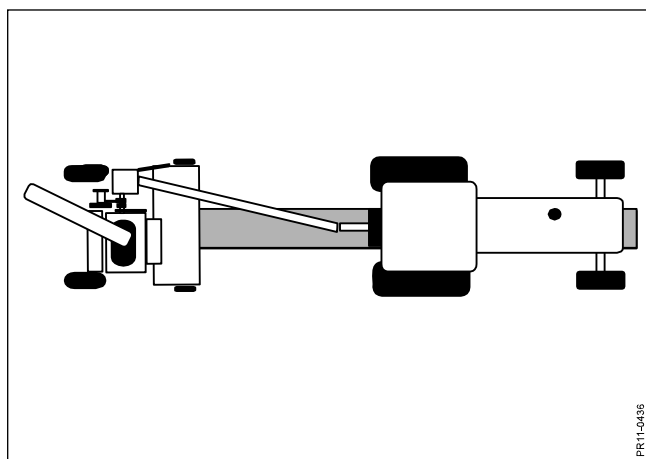

Рис. 5-9
- Рис.5-9** 3) Кормоуборочный комбайн находится на одной линии с трактором. Данное рабочее положение подходит для уборки всего одного валка. Загружать грузовик можно с обеих от комбайна сторон. Кроме этого данная техника позволяет сократить расстояние между тракторами.